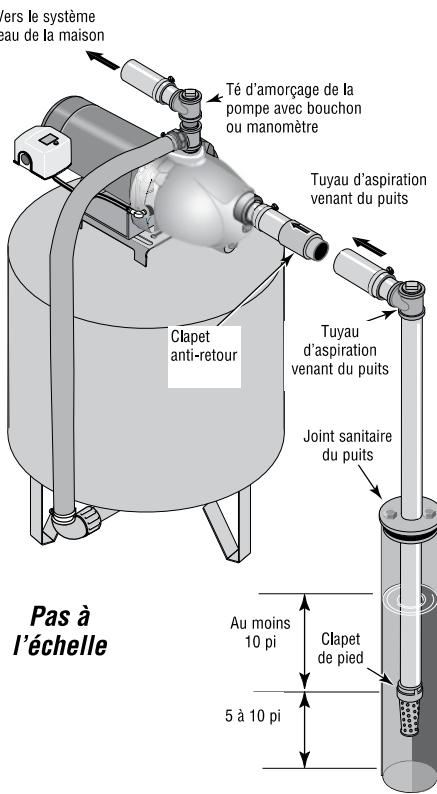

Figure 2 : Installation dans un puits à tubage
INSTALLATION SUR UN PUITS À TUBAGE DE 2 POUCES DE DIAMÈTRE OU PLUS GRAND (voir la Figure 2)
- 2 ° Brancher le clapet de pied, la crêpine et le tuyau du puits (voir la Figure 2). S'assurer que le clapet de pied fonctionne librement.
- 4 ° Poser le té d'amorçage, le bouchon d'amorçage et le tuyau d'aspiration sur la pompe (voir la Figure 2). Brancher le tuyau provenant du puits sur l'orifice d'aspiration de la pompe en utilisant le moins possible de raccords - en particulier des coude - étant donné que les raccords augmentent le frottement de l'eau dans les tuyaux (il faut toutefois ajouter un clapet de pied — voir la Figure 2). Le diamètre du tuyau d'aspiration doit être au moins aussi grand que le diamètre de l'orifice d'aspiration de la pompe. Utiliser du ruban d'étanchéité en PTFE pour filetage sur les raccords filetés. Supporter le tuyau de façon qu'il ne soit pas cintré afin qu'il n'exerce pas de contraintes sur le corps de la pompe; de plus, il doit être légèrement incliné vers le haut, du puits jusqu'à la pompe (les points hauts risquent de causer des poches et des bouchons d'air dans la pompe). Rendre étanches les raccords du tuyau d'aspiration avec du ruban d'étanchéité en PTFE pour filetage. Les raccords doivent être étanches à l'air et à l'eau. *Si le tuyau d'aspiration aspire de l'air, la pompe ne pompera pas l'eau du puits.*